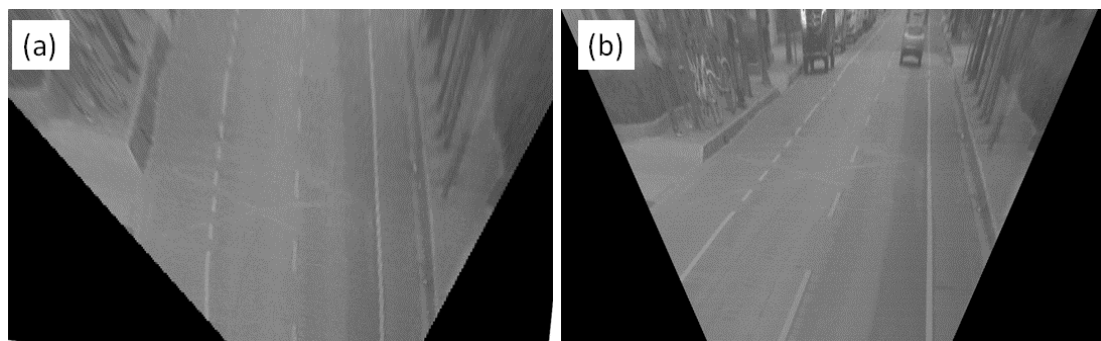

图 8 正确(a)和错误(b)鸟瞰图变换的效果
- ♦ 如果车道线基本竖直且每条线之间平行，则外参正确（车辆行驶振动对鸟瞰图有干扰），如图 8(a)所示。
- ♦ 如果车道线明显不竖直且每条线之间不平行，需要从新标定外参，如图 8(b)所示。